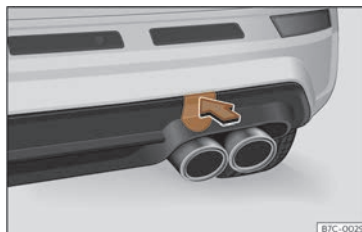

Fig. 191 En el lado derecho del paragolpes trasero: retirar la tapa.
>>> **fig. 191.**
- Presione sobre la zona superior de la tapa >>> **fig. 191** para desencastrarla.